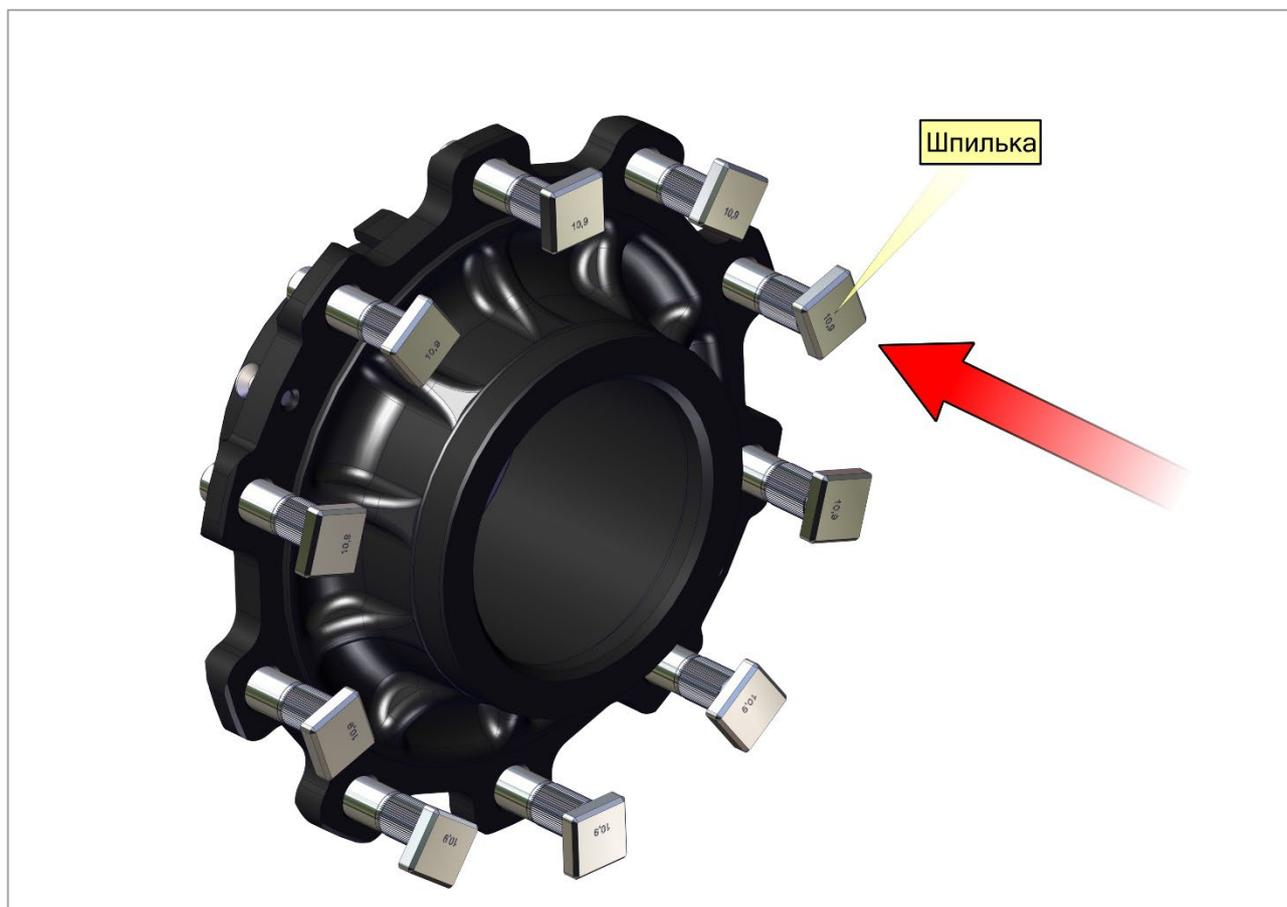

Рис. 15. Установка шпилек.
- 3) Шпильку необходимо надежно устанавливать на место, следя за тем, чтобы она располагалась под прямым углом к поверхности ступицы и точно садилась на внутренний торец ступицы (рис. 15).